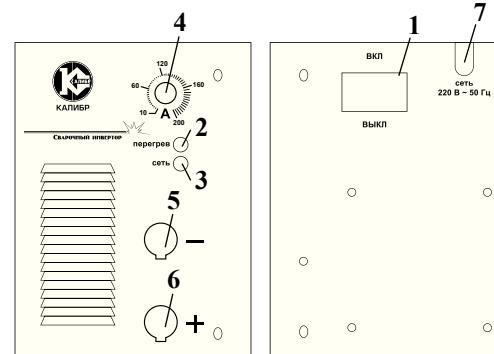

рис. 1
Общий вид инвертора схематично представлен на рис. 1:
6.4.1 Сварочный кабель с электрододержателем подключается к быстрозажимной клемме «плюс» 6 (рис. 1), за исключением случая использования кислотных электродов. В любом случае, сначала ознакомьтесь с инструкцией на упаковке электродов.
6.4.2 Кабель массы подключается к быстрозажимной клемме «минус» 5 (рис. 1) и подключается к рабочей поверхности, как можно ближе к месту сварки.
7.1 В большинстве случаев электрод подключается к быстрозажимной клемме «плюс» 6 (рис. 1), однако есть некоторые виды электродов, подключаемых к быстрозажимной клемме «минус» 5 (рис. 1), поэтому подключать сварочные кабели следует в соответствии с полярностью аппарата «+» и «-» и типом электродов.
7.4 Ток сварки регулируется с помощью ручки 4 (рис. 1).